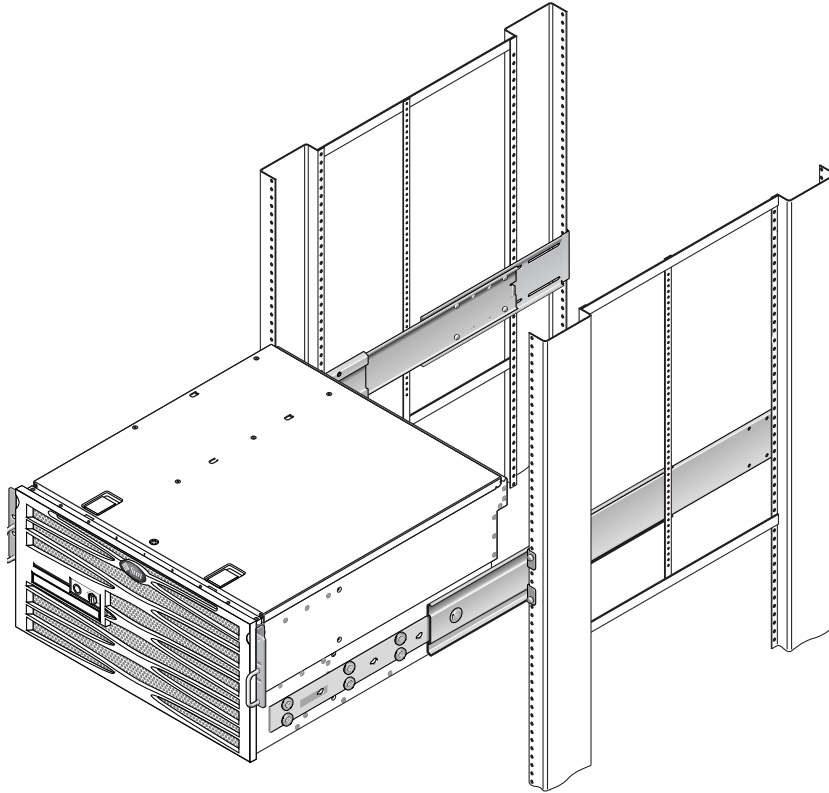

BILD 3-13 Skjut in servern i racket
14. Tryck in knapparna på skensatsen och skjut in servern på plats i racket (BILD 3-13).